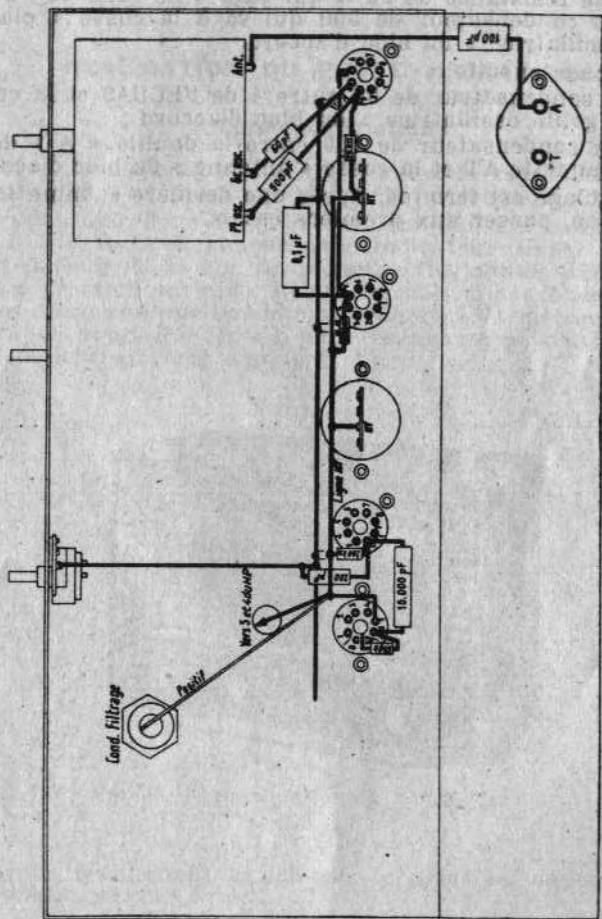

Fig. 38. — Troisième stade de câblage
**Troisième stade de câblage** (à effectuer en se reportant à la figure 38). — En 2 de l'EBC41, brancher :